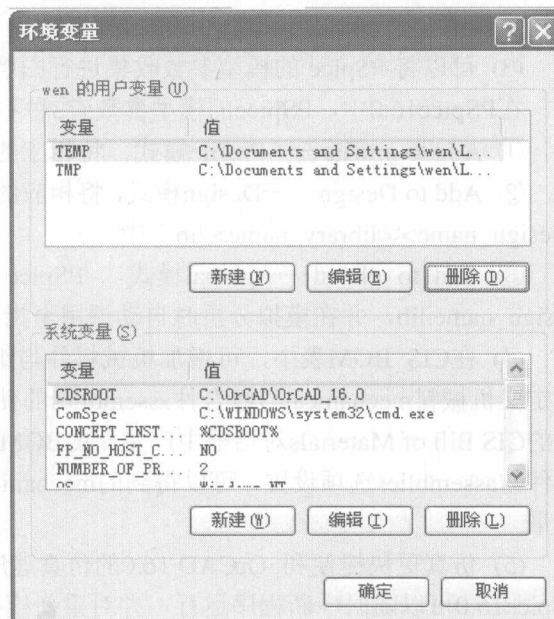

图 1.2.18 环境变量对话框
② 单击“环境变量”按钮, 弹出如图 1.2.18 所示环境变量对话框。